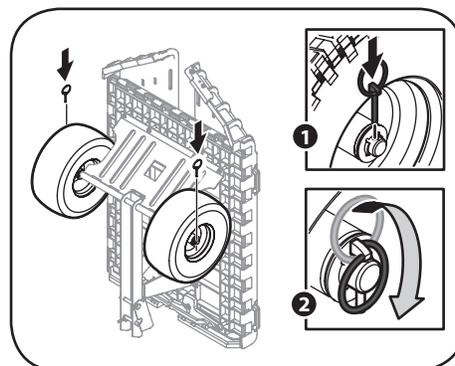

Figura 3-4
5. Instale los pasadores Lynch del paquete de elementos de ferretería a través de los orificios de los ejes. Voltee el pasador Lynch hacia abajo sobre el eje para ajustar los neumáticos en su lugar. Consulte la Figura 3-4.